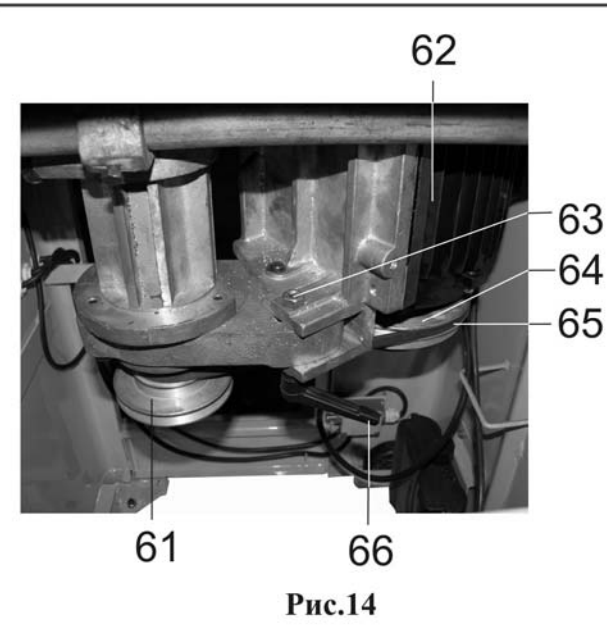

Рис. 14
10.3.9. Во время работ на станке периодически (при выключенном станке) убирайте стружку с поверхности станка и внутри узла направляющих планок, для чего выкрутить винт (59), защитный кожух (60) перевести в вертикальное положение, стружку убирайте крючком и щёткой Рис.14.